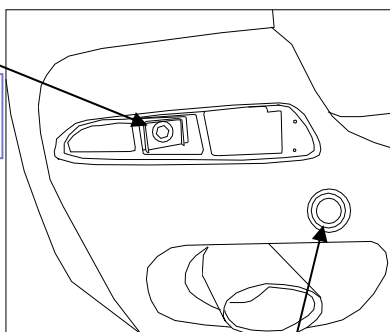

Figure 3.
- e. Remove the screws behind the reflectors (See Figure 3).
- e. Démontez les vis derrière les réflecteurs (Figure 3).